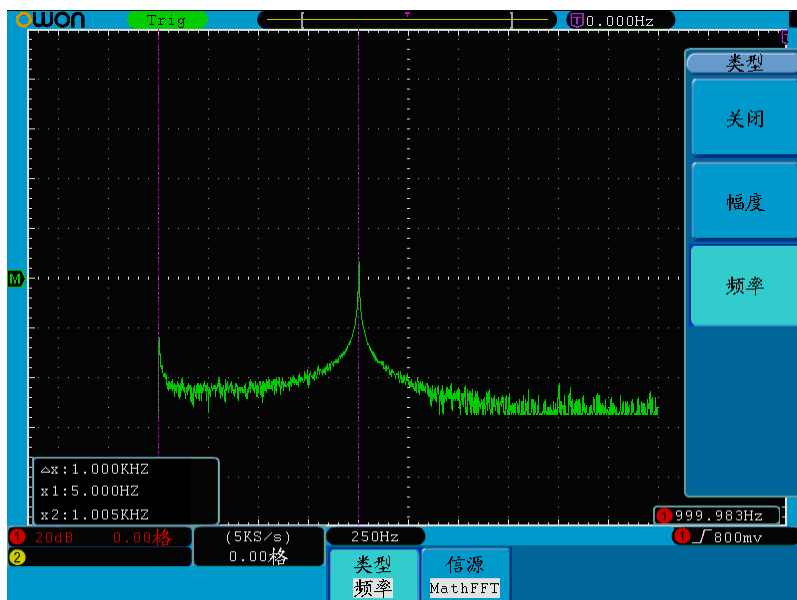

图 5-78: 频率光标测量波形
3. 根据被测波形，分别转动两个通道的 **垂直位置** 旋钮调整光标1、光标2的位置，增量窗口显示两光标的差值及它们当前的位置。见图 5-78：